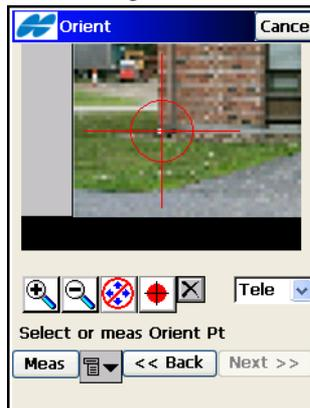

Abbildung 8-59. Orientierungspunkt auswählen
- Mit der Schwenkschaltfläche  können Sie den Bildausschnitt verschieben. Ist sie deaktiviert () , tippen Sie ungefähr dort auf das Bild, wo sich der Orientierungspunkt befindet. Der Bereich wird vergrößert und ein Fadenkreuz eingeblendet (Abbildung 8-59).
- *Zoom* ist die normale, vergrößerte Ansicht des Fadenkreuzes (Abbildung 8-59).